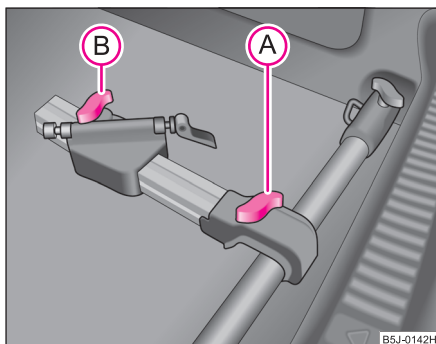

Fig. 67 Montarea suportului pentru bicicletă
- Așezați suportul pentru bicicletă autorizat pe suportul transversal, ridicați șurubul (A) și împingeți suportul longitudinal (aluminiu) înspre suportul transversal și rotiți șurubul (A) în piuliță ⇒ fig. 67.